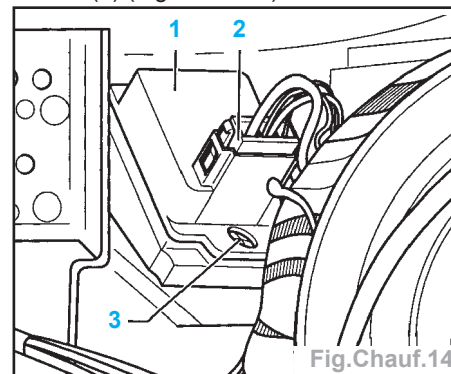

Fig.Chauf.14
- Débrancher le connecteur (2) et déposer la vis (3) (Fig.Chauf.14).